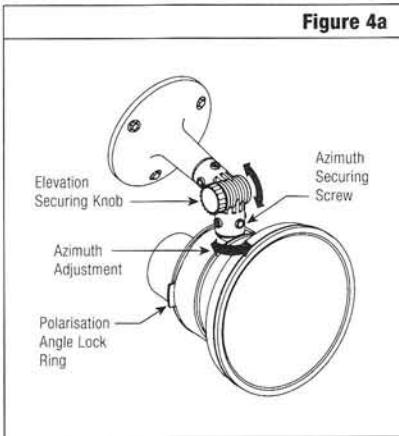

Figure 4a
Attach the cable from the satellite receiver to the connector on the LNB as shown in **figure 1**. Make sure to seal the connection with a suitable sealant. Refer to **figure 4a through 4d** and complete the following steps to insure optimum alignment.
**Step 1:** Set the elevation angle indicated for your latitude in **figure 5** and hand tighten elevation securing knob shown in **figure 4a**.
Raccordez le câble du récepteur satellite à la fiche cu convertisseur LNB, comme l'indique la **figure 1**. Reportez-vous à la **figure 4a** et effectuez les étapes suivantes pour garantir un alignement optimal.